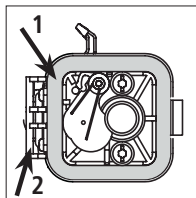

Fig. 26
2. Retire o filtro de ar (1), [Fig. 26].
6. Substitua o filtro [Fig. 26]. Se o equipamento for operado sem o filtro de ar, a garantia será ANULADA.
7. Para reinstalar a tampa do filtro de ar, posicione os ganchos do lado esquerdo da tampa do filtro de ar nas ranhuras do lado esquerdo da placa de apoio (2), [Fig. 26].